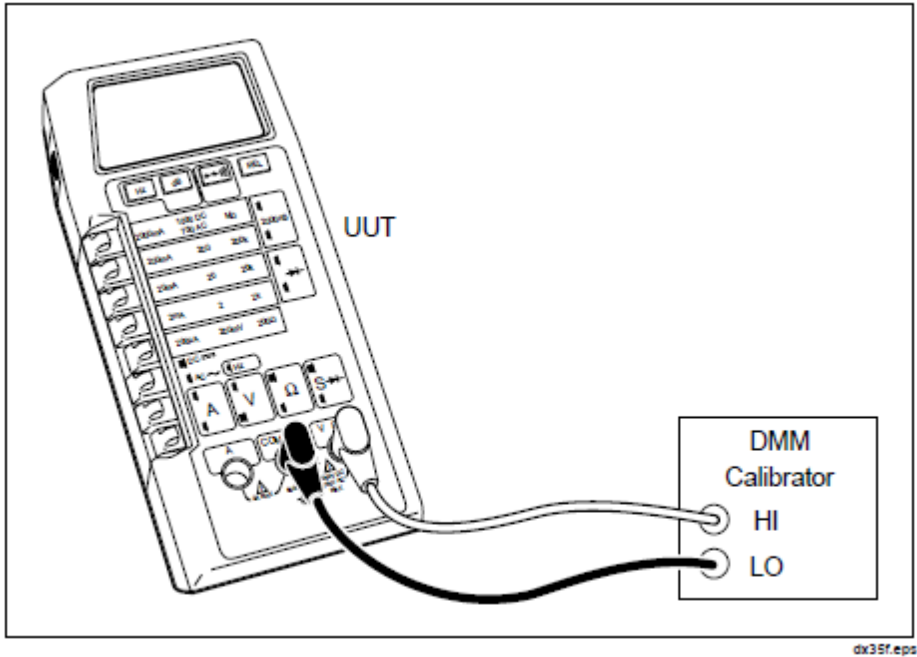

Figure 5-4. General Equipment Connection
- 1，连接 UUT 和数字万用表校准器，如图 5-4 所示。
连接 UUT 和数字万用表校准器，如图 5-4 所示。
- 1, 连接 UUT 和数字万用表校准器，如图 5-4 所示。
- 2, 选择电导 (S) 功能。
- 2, 连接 UUT 和数字万用表校准器，如图 5-4 和应用的 1.000k Ω 的电阻（含 0.9000 至 1.1000 范围）的读数（典型值）应该出现在 UUT 的显示屏上。
- 3、将设备连接，如图 5-4 所示，然后打开设备上。
- 4、在 UUT 上，选择直流电压功能和 2 伏的量程。转动 R6 顺时针转到底 (CW)，并转动 R5 逆时针转到底 (CCW)。
- 8、在 UUT 上，选择交流电压功能和 200 mV 量程。转动 R18 顺时针转到底 (CW)，并转动 R15 逆时针转到底 (CCW)。